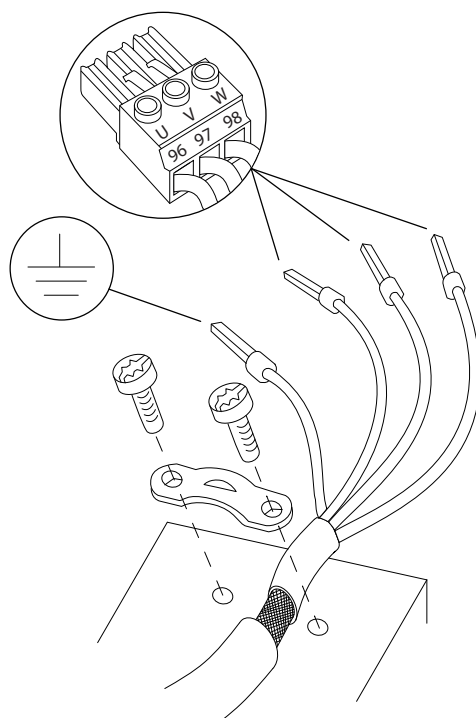

图 4.5 电机连接
- 按照 章 4.3 接地中提供的接地说明将接地线连接到最近的接地端。请参阅 图 4.5。
- 将三相电机线路连接到端子 96 (U)、97 (V) 和 98 (W) 上，如 图 4.5 所示。